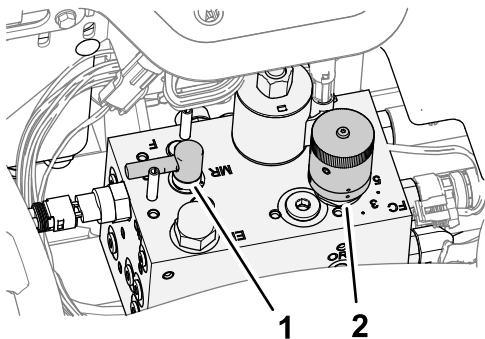

Figura 94
3. Spostate la leva di lappatura in posizione F (tosatura) (Figura 94).